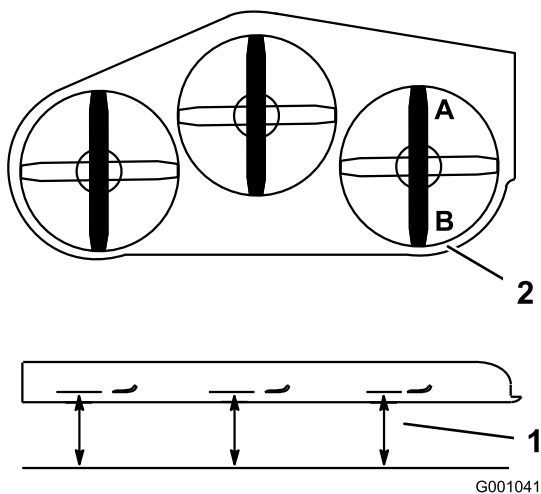

Figure 92
2. Tournez 1 lame dans le sens longitudinal. Mesurez la distance aux points **A** et **B** entre une surface plane et le bord coupant des pointes des lames (Figure 92).